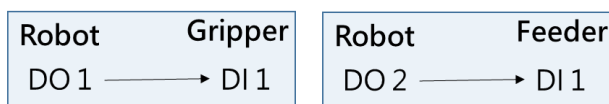

Figure 55. Gripper、Feeder 與 Robot 的連線關係
(1) 在 Output 欄位點擊 [...] 進行 Output 連線設定，如 Figure 55 所示